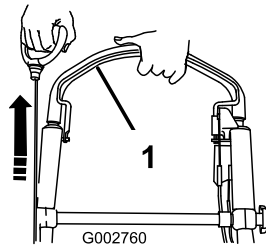

Bild 21
2. Drücken Sie den Schaltbügel zum Bügel und ziehen Sie am Rücklaufstarter (Bild 21).